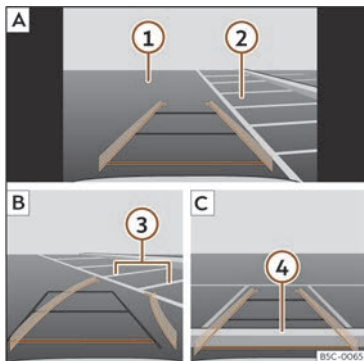

Abb. 160 Anzeige auf dem Bildschirm des Infotainment-Systems: Einparken mit dem Rückfahrsensoren.
Legende zur >>> (Abb. 160):
- Bringen Sie das Fahrzeug vor die Parklücke >>> (Abb. 160) **2** **A**.